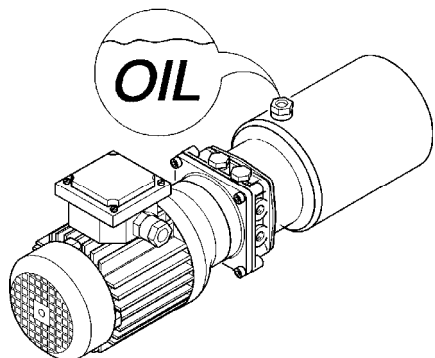

Abb.54
3. Einmal im Monat den Hydraulikölstand kontrollieren (Abb.54).